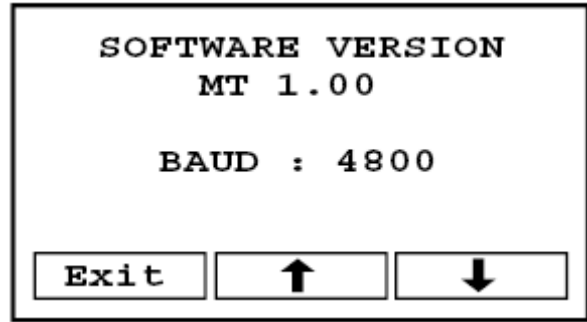

图 40. 波特率设置菜单
2. 按下 BAUD (波特) 键, 打开波特率设置菜单 (参见图 40)。